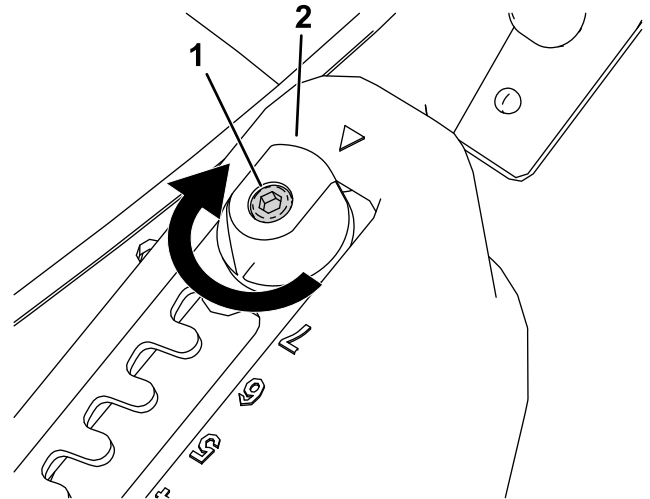
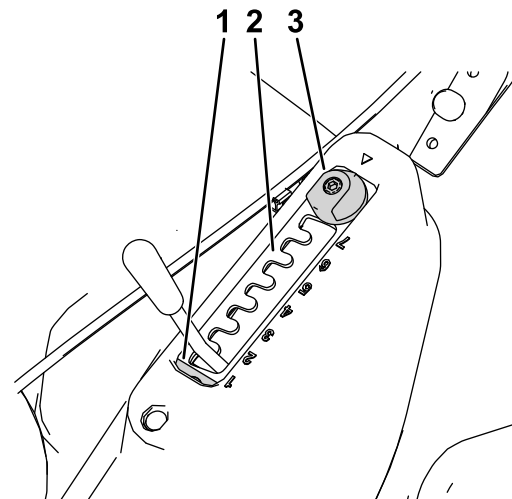

Figura 17
Figura 18
1. Allentate il bullone di fissaggio della piastra del selettore con una chiave Allen (Figura 17).
2. Ruotate il regolatore MatchCut di 180° (Figura 17 e Figura 18).